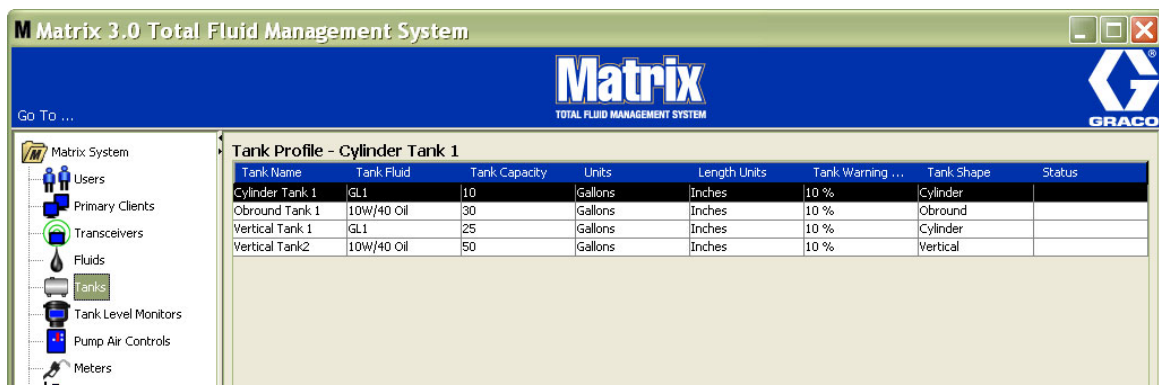

Рис. 103
1. Если все требуемые для цистерны сведения были указаны, нажмите кнопку «OK» [OK], чтобы закрыть окно и сохранить изменения. Цистерна добавится в список (Рис. 103).
2. Чтобы изменить профиль цистерны (Рис. 103), выделите цистерну на экране «Tanks» [Цистерны] (Рис. 103).